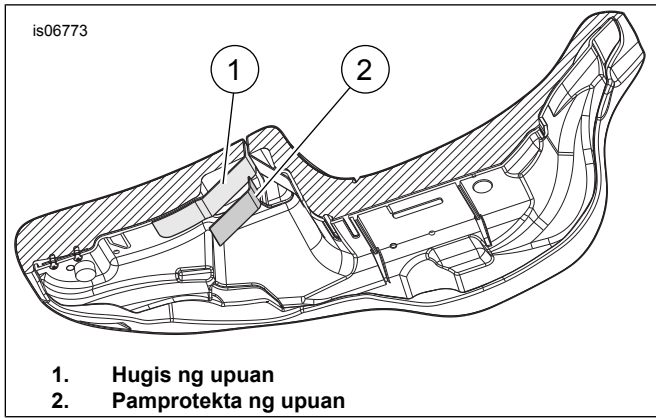

Figure 4. Ilalim na Panig ng Upuan
13. Figure 4 Tandaan ang hugis ng ibabaw ng pamprotekta ng upuan (2) na tatakpan at maingat na ihugis ang pamprotekta para mas maayos na magkasya sa mga hugis ng upuan (1).